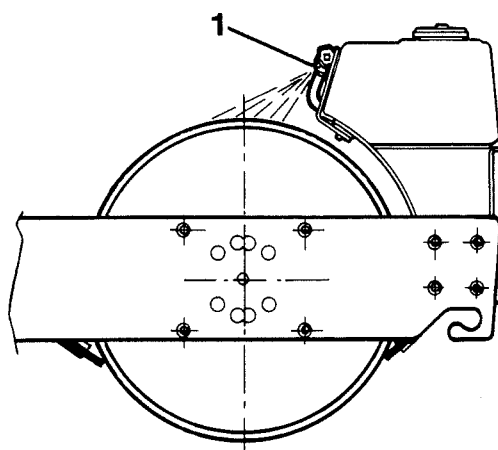

Fig. 8 Réservoir d'eau
- 1 Fermer le robinet (2) du réservoir et déposer le boîtier (1). Si l'eau est trouble ou visqueuse, nettoyer le boîtier et la cartouche à l'eau.
- 2 Contrôler que les buses d'arrosage (1, fig. 8) ne sont pas bouchées. Nettoyer s'il le faut.